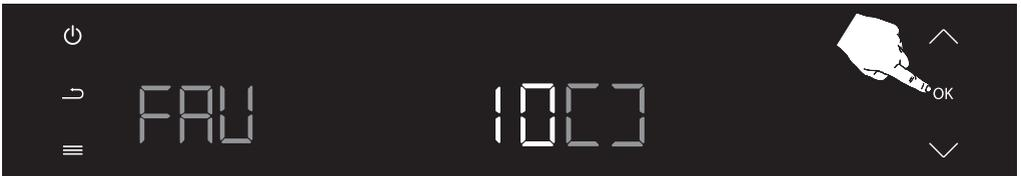

Abbildung 58
Nach der Auswahl der Favoritennummer wird durch einen langen Druck auf die Bestätigungstaste (OK) der Garvorgang zu den Favoriten hinzugefügt. (siehe Abbildung 58)